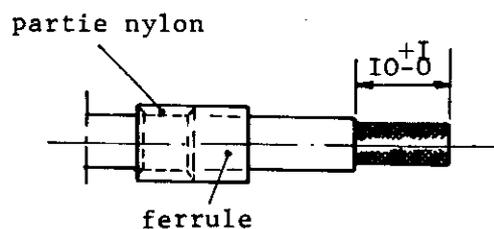

Fig.4
- Dénuder le câble aux cotes indiquées (voir fig. 4),